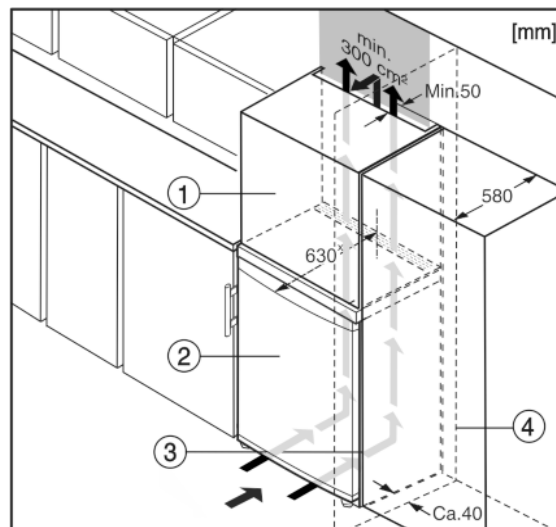

Fig. 10
Устройство может быть окружено кухонными шкафами. Чтобы уравнять устройство Fig. 10 (2) по высоте с кухонной стенкой, можно установить над устройством дополнительный шкафчик Fig. 10 (1).
При комбинировании с кухонными шкафами (глубина макс. 580 мм) устройство можно установить непосредственно рядом с кухонным шкафом Fig. 10 (3). Устройство выступает сбоку на 34 мм^x и по центру на 50 мм^x относительно передней стенки кухонного шкафа.
Если устройство установлено на шарнирах у стены *Fig. 10 (4)*, то расстояние между устройством и стеной должно быть не менее 40 мм. Настолько выступает ручка при открытой дверце.